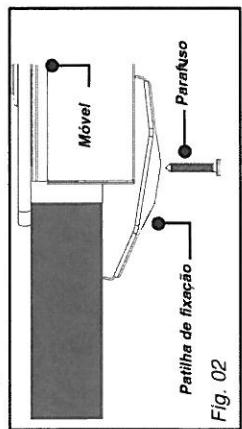

Fig. 03
- Por cima de um móvel vazio ou de uma gaveta (*Fig. 03*).
– Rode a chave no sentido dos ponteiros do relógio até a linha apareça do outro lado (Fig. 03).